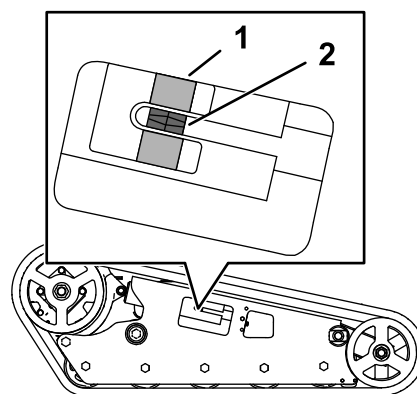

Figure 58
Vérifiez que le bloc de tension est aligné sur le guide vert de l'autocollant ou qu'il se trouve à 1,3 cm de l'arrière de la fente du tube de tension (Figure 58).
4. À l'aide d'un rochet de 1/2 pouce, tournez la vis de tension jusqu'à ce que le bloc de tension soit aligné sur le guide vert de l'autocollant ou se trouve à 1,3 cm de l'arrière de la fente du tube de tension (Figure 58).
8. Vérifiez que le bloc de tension est aligné sur le guide vert de l'autocollant ou qu'il se trouve à 1,3 cm de l'arrière du tube de tension pour les deux chenilles (Figure 58). Réglez au besoin.